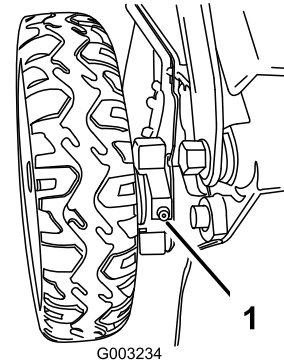

Bild 39
1. Wischen Sie die Schmiernippel innen an den Hinterrädern mit einem sauberen Lappen ab (Bild 39).